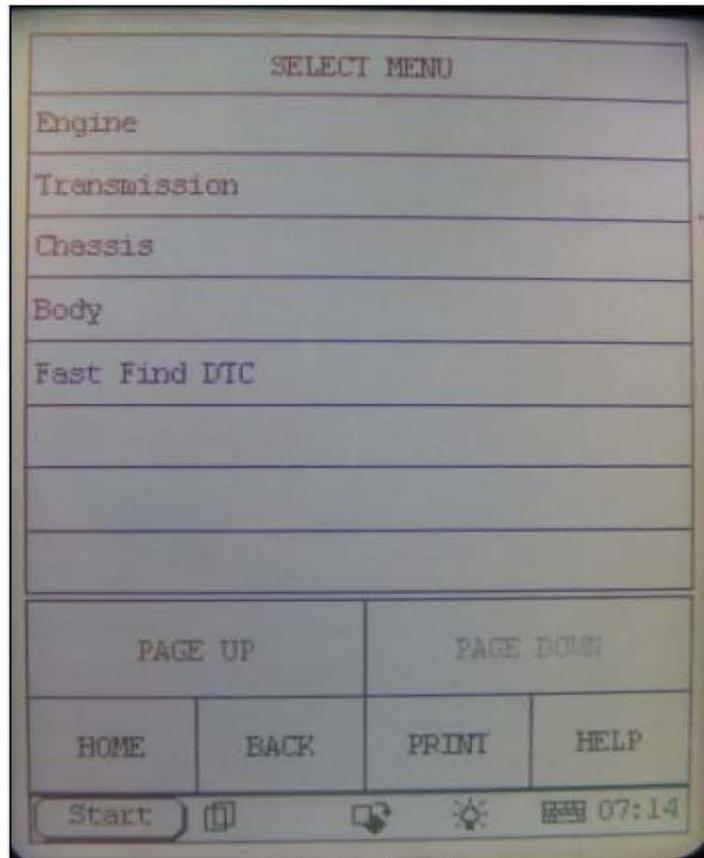
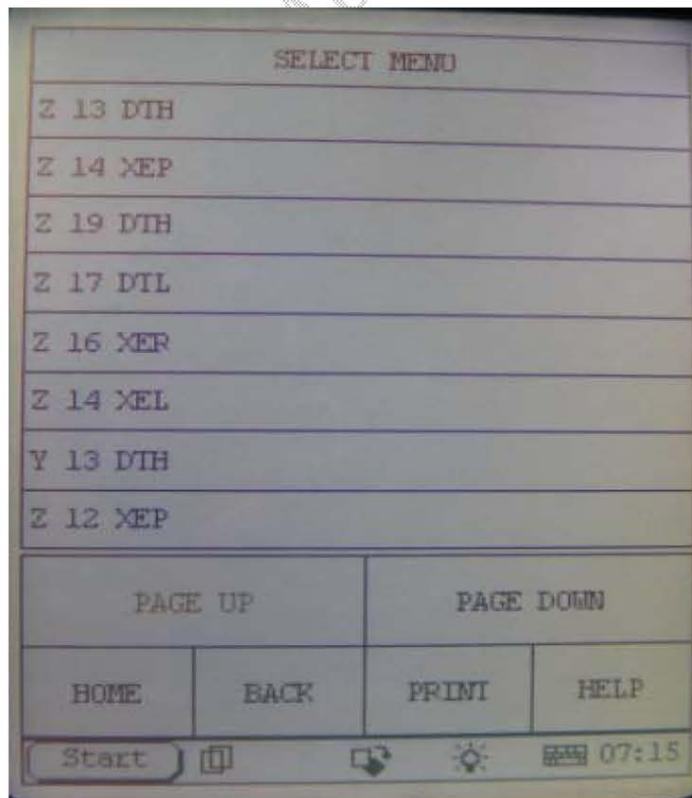

图 4
图 5
- B) . 如果部分车型发动机上所贴条码未显示发动机型号，可根据排量选择发动机型号，发动机型号的第二和第三位的数字代表排量，以 2012 年 Astra-H 车型为例，如果排量是 1.7L，可以首先选择 Z17DTL 进入系统，如果进入失败，再选择 Z17DTH，以此类推 。参见图 4，图 5